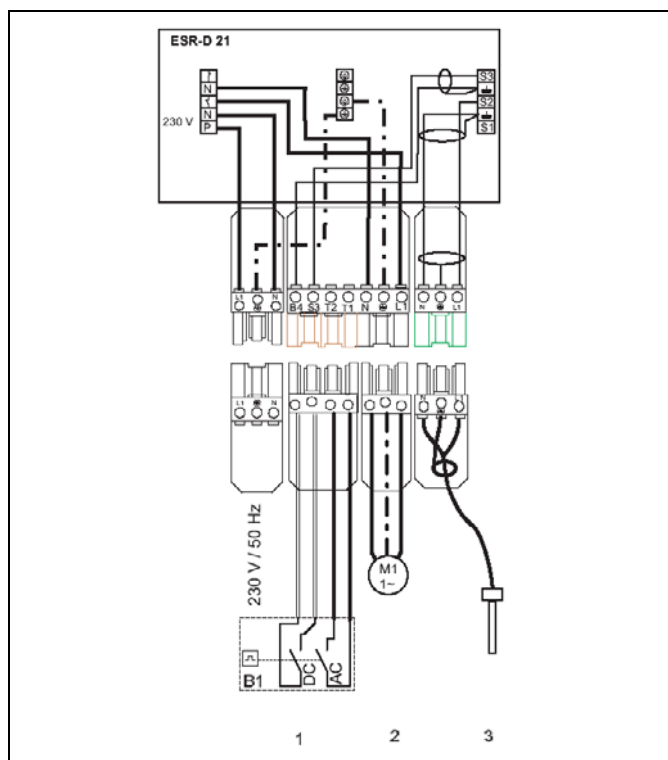

Fig. 8-8 Racordul Electric Extern
- Racordul cablului pompei de recirculație, al senzorului pentru apă caldă și al comutatorului de debit conform următoarei scheme electrice (vezi fig. 8-8).
- Legătura la rețea (230V/50Hz) se va realiza de la ștecărul special prevăzut (vezi fig. 8-8).